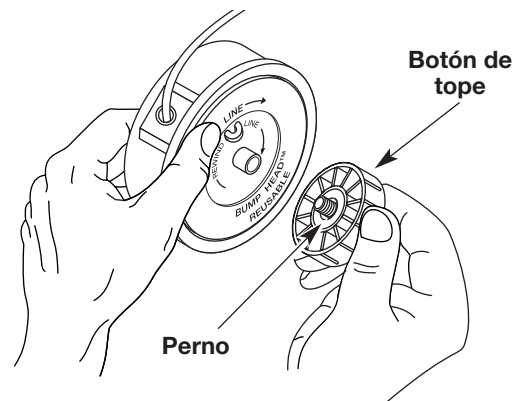

Fig. 12
1. Sostenga la bobina exterior con una mano y desenrosque el botón de tope en **sentido antihorario** (Fig. 12). Inspeccione el perno de adentro el botón de tope para verificar que se mueva con libertad. Cambie el botón de tope si está dañado.